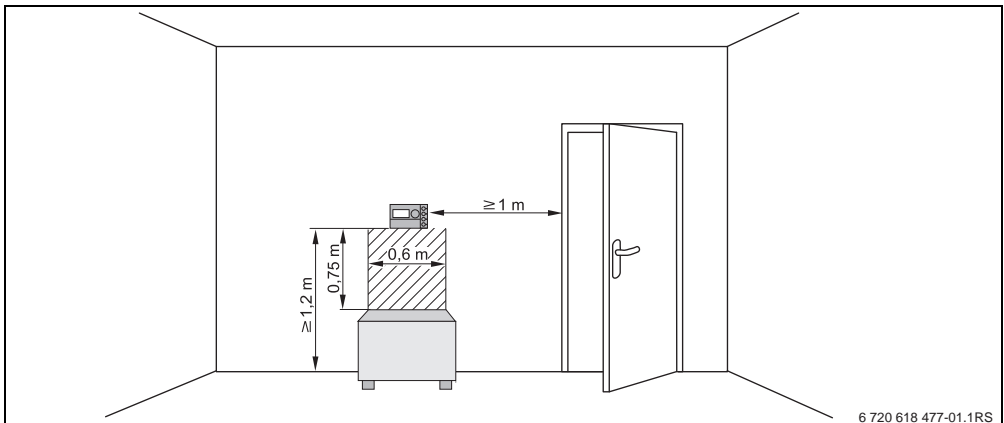

Fig. 1 Distanze minime per il montaggio nel locale di riferimento
- Posizione di montaggio su una parete interna (→ fig. 1)
- Sotto l'unità di servizio, lasciare dello spazio libero (→ fig. 1, superficie tratteggiata) (per una corretta misurazione della temperatura).